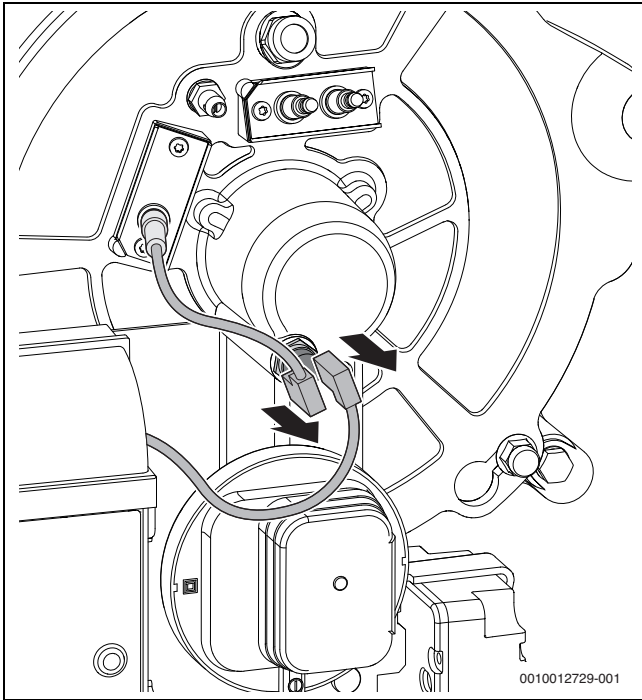

Bild 87 Stecker am Temperaturwächter abziehen
► Stecker am Temperaturwächter abziehen (→ Bild 87)